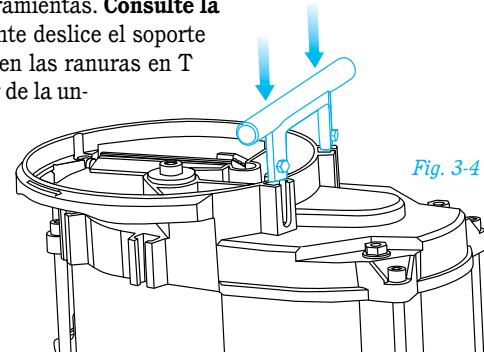

Fig. 3-4
- 7. Instale el soporte superior para herramientas.** Para instalar el soporte superior para herramientas, primero deberá sacarlo del empaque y ubicar los dos tornillos de mano proporcionados para montar el soporte para herramientas. **Consulte la fig. 3-4.** Simplemente deslice el soporte para herramientas en las ranuras en T en la parte superior de la unidad. Enrosque los sujetadores suministrados en los agujeros del soporte para herramientas.